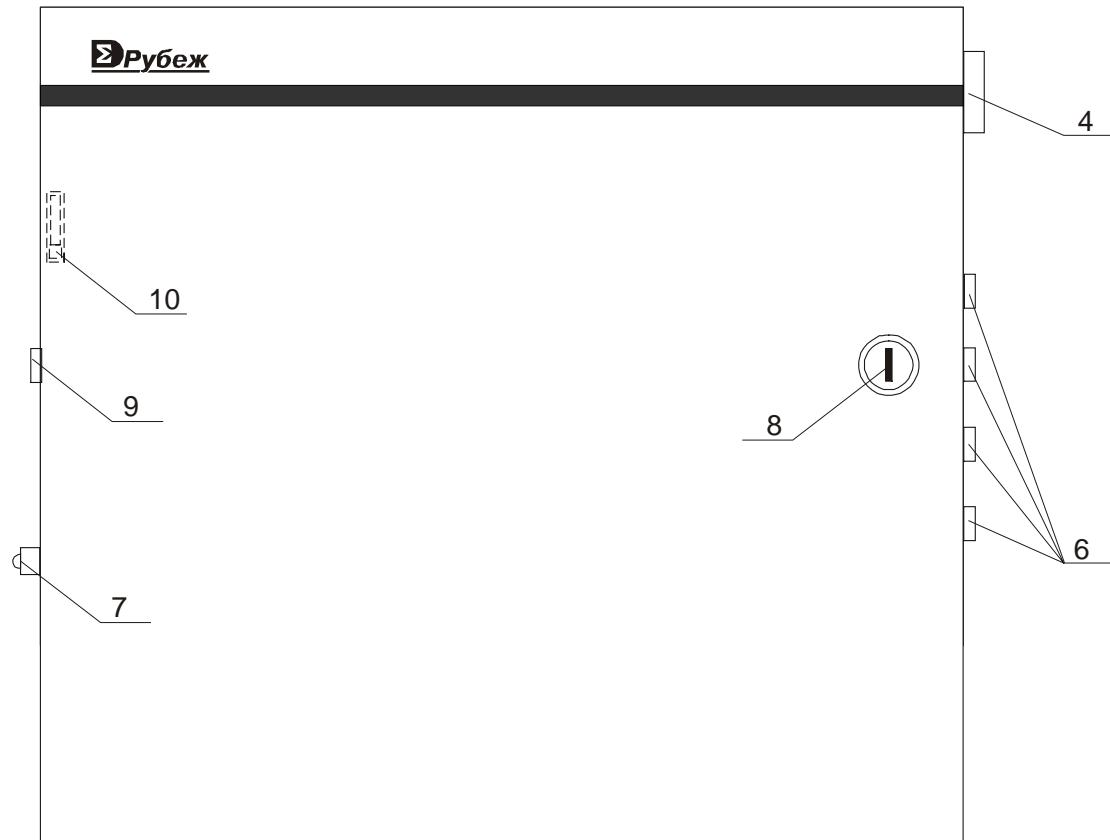

Рис. 9 Внешний вид БЦП исп.4
Для доступа к расположенным внутри корпуса блокам (см. Рис. 9) необходимо открыть крышку (8). Под крышкой монтажного отсека находятся разъем для подключения встроенного ББП к БЦП, разъемы для подключения питания БА, клеммы ШС, релейных выходов и СУ. Присоединительные разъемы для подключения ПЭВМ (4), а также гермовводы (6) для ввода проводов и кабелей размещены на правой стенке БЦП. Подключение БЦП к сети переменного тока осуществляется через кабельный ввод на правой стороне корпуса (9) к клеммной колодке. Клеммная колодка для подключения сети имеет контакт, соединенный с корпусом прибора. Цепь переменного тока 220В защищена предохранителем.